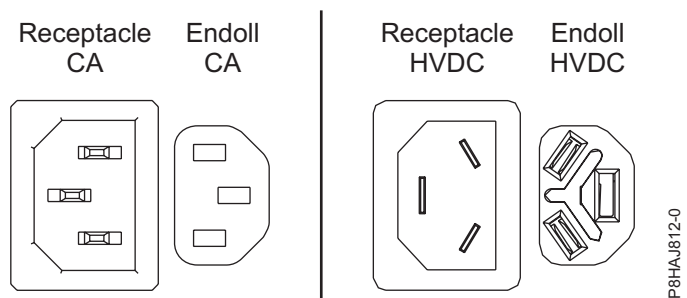
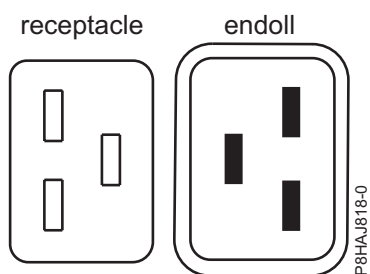
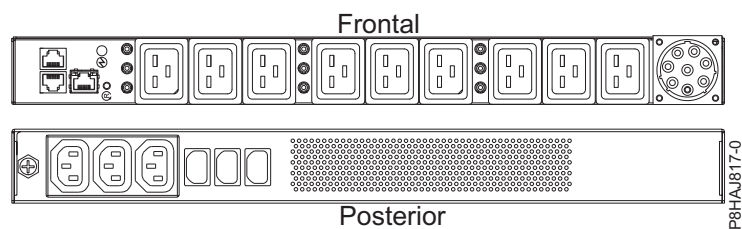

Figura 17. Connectors de CA i d'HVDC
Figura 18. Connectors per al sistema 8408-44E
Figura 19. PDU per al sistema 8408-44E
A la Figura 17 a la pàgina 38 es mostren els connectors admesos de corrent alternativa (CA) i de corrent directa d'alt voltatge (HVDC). A la Figura 18 a la pàgina 38 i a la Figura 19 a la pàgina 38 es mostren els connectors admesos i la unitat de distribució d'alimentació (PDU) per al model 8408-44E.